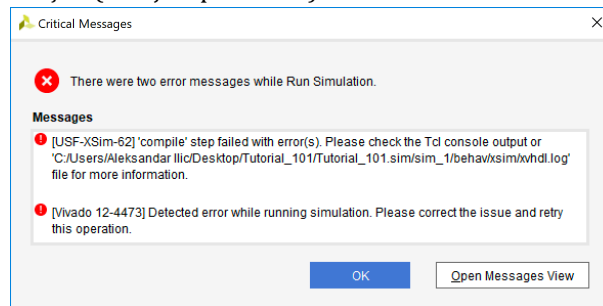

Figura 7. Simulação do circuito: Erros na descrição VHDL
4.3. No caso dos ficheiros necessários para efetuar a simulação (*Simulation Sources*), poderá aparecer uma janela “*Critical Messages*” semelhante ao representado na Figura 7 durante a inicialização da simulação (reveja o ponto 3.4). Pressione *OK*.